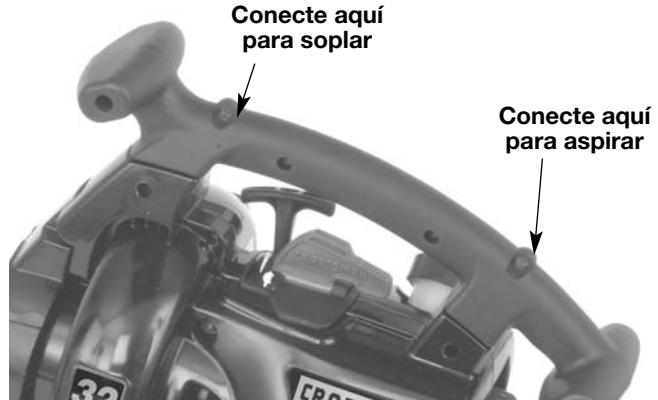

Fig. 7
3. Encuele la abrazadera en los herrajes de soporte en la parte anterior o posterior de la manija. Abróchela a la parte anterior de la manija al usar la unidad como un soplador, y abróchela a la parte posterior de la manija al usar la unidad como una aspiradora (Fig. 7).